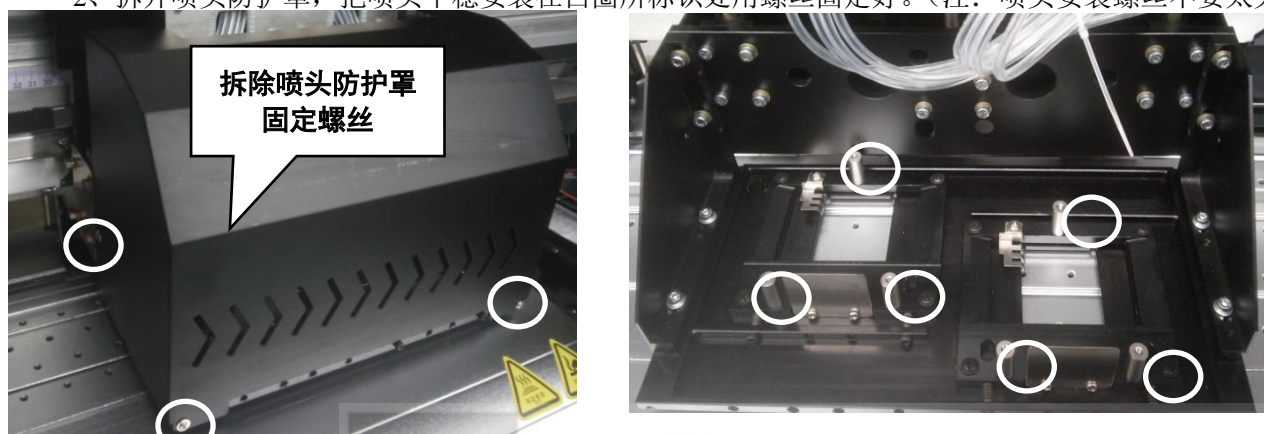

图 2.17 喷头固定示意图
2、拆开喷头防护罩，把喷头平稳安装在白圈所标识处用螺丝固定好。（注：喷头安装螺丝不要太大力固定）如图 2.17。